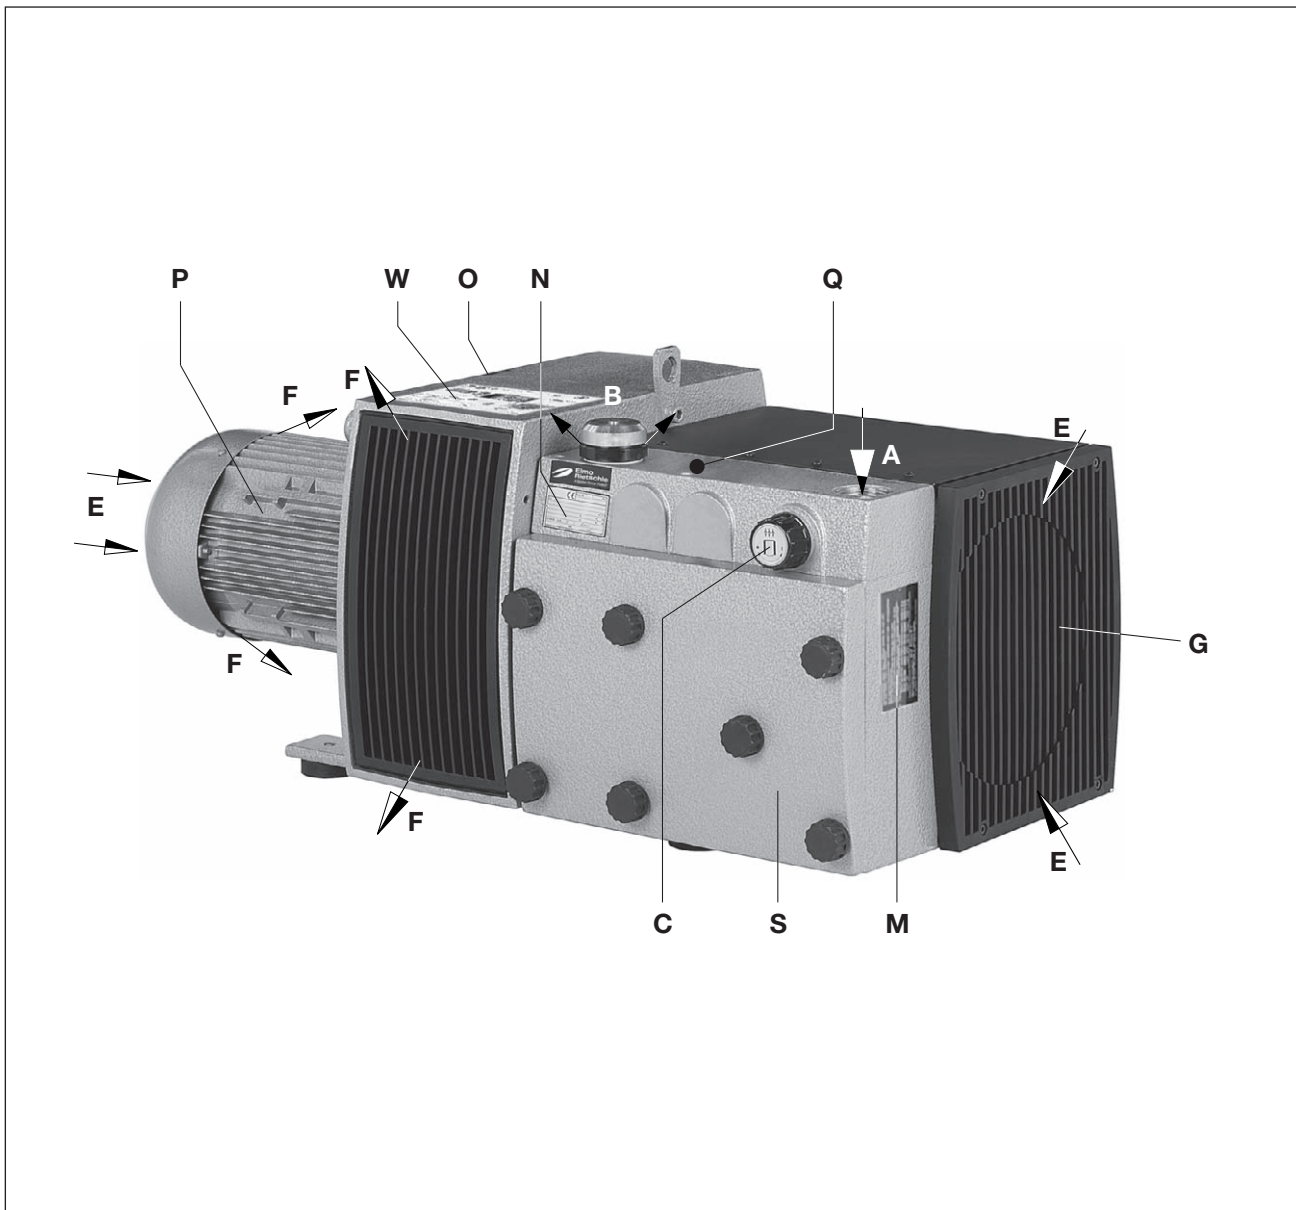

Abb. 2 Vakuumpumpe V-VTR 100 / V-VTR 140
Der Antrieb der Maschinen erfolgt durch angeflanschte Drehstrom-Normmotoren über eine Kupplung. Ein Vakuum-Regulierventil (Abb. 2/C) erlaubt die Einstellung von Vakuum auf gewünschte, jedoch nach oben begrenzte Werte.
Filtergehäuse (Abb. 2/S) soll leicht zugänglich sein.
Die Kühlluft-Eintritte (Abb. 2/E) und die Kühlluft-Austritte (Abb. 2/F) müssen mindestens 30 cm Abstand zu benachbarten Wänden haben. Austretende Kühlluft darf nicht wieder angesaugt werden. Für Wartungsarbeiten ist vor dem Filtergehäuse (Abb. 2/S) und Ansauggitters (Abb. 2/G) min. 40 cm Abstand vorzusehen.
- a) Vakuumanschluss bei (Abb. 2/A).
Die Einstellung des Vakuums kann durch Drehen des Regulierknopfes (Abb. 2/C) entsprechend dem auf dem Drehknopf angebrachten Symbolschild erfolgen.
- a) Die elektrischen Motordaten sind auf dem Datenschild (Abb. 2/N) bzw. dem Motordatenschild angegeben. Die Motoren entsprechen DIN EN 60034 und sind in Schutzart IP55 und Isolationsklasse F ausgeführt. Das entsprechende Anschlussschema befindet sich im Klemmenkasten des Motors (entfällt bei Ausführung mit Steckeranschluss). Die Motordaten sind mit den Daten des vorhandenen Stromnetzes zu vergleichen (Stromart, Spannung, Netzfrequenz, zulässige Stromstärke).
Im betriebswarmen Zustand können die Oberflächentemperaturen an den Bauteilen (Abb. 2/Q) über 70°C ansteigen.
- ▷ Die vorgesehene Drehrichtung der Antriebswelle ist durch den Drehrichtungspfeil (Abb. 2/O) auf dem Motorflansch gekennzeichnet.